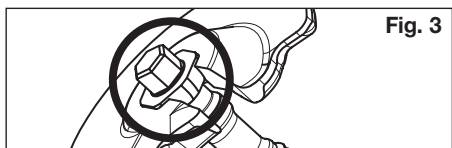

Fig. 3
- Inserire dall'alto ① la calotta a testa esagonale nell'alloggiamento della piastra di compressione superiore. **Fig. 3**.
- Controllare il corretto posizionamento della calotta a testa esagonale **Fig. 3**.